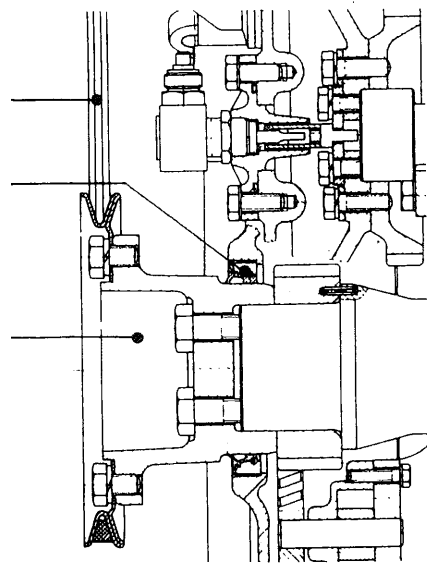

Bild 7 / Fig. 7
- Keilriemen entspannen und abnehmen (Bild 7/1)
- Nabe mit Keilriemenscheibe oder Schwingungsdämpfer abschrauben (Bild 7/2)
- Wellendichtring (Bild 7/3) aus dem Stirwanddeckel mit Schraubendreher oder Montageisen heraus drücken.
Stets neue Nabe einbauen (Bild 7, Pos. 2)
- Détendre et enlever courroie (fig. 7/1).
- Dévisser la fixation du moyeu et enlever ce dernier avec la poulie ou le damper (fig. 7/2).
- A l'aide d'une tournevis ou d'un démonte-pneu, chasser la bague d'étanchéité du couvercle frontal (fig. 7/3).
Il faut toujours monter un moyeu neuf (fig. 7/2).